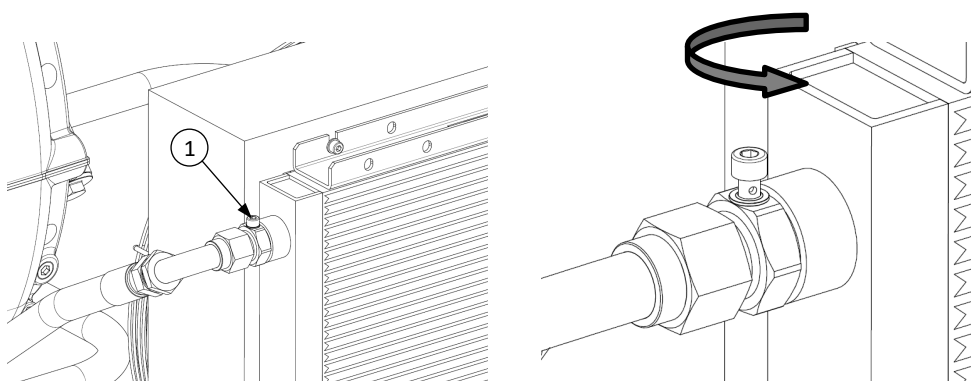

fig.17
Se dopo tale tempo non si rilevasse pressione al manometro pos.b, procedere eseguendo lo spurgo dell'aria dal circuito aprendo la vite di sfiato presente sul raccordo del condotto di mandata scambiatore (pos.1 fig. 17)